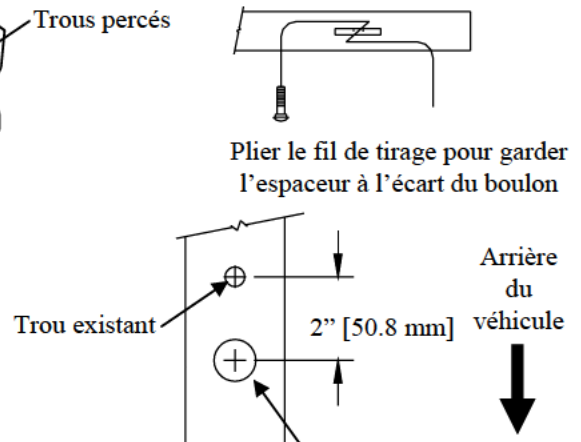

Figure 2
①	Qté (2)	Boulon de carrosserie 7/16-14 X 1.50 Gr5	⑤	Qté (1)	Boulon de carrosserie 1/2-13 X 2.00 Gr5
②	Qté (2)	Rondelle conique 7/16	⑥	Qté (1)	Rondelle conique 1/2
③	Qté (2)	Ecru hexagonal 7/16-14	⑦	Qté (1)	Ecru hexagonal 1/2-13
④	Qté (2)	Espaceur (petit trous carrés)	⑧	Qté (1)	Espaceur
1. Abaisser le système d'échappement au niveau de l'isolateur en caoutchouc (3). La vaporisation d'un lubrifiant sur la tige du support métallique et l'isolateur en caoutchouc facilite l'enlèvement.
2. Percer un trou de 1 po d'accès dans le fond de chaque rail d'armature. Voir figure 2